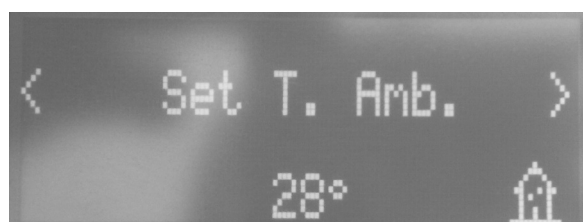

Fig. 5 - Écran
**Conf T. Amb** - cette fonction permet de configurer la température que l'on souhaite atteindre dans le lieu où le poêle est installé pour un maximum de 5°C à un maximum de 35°C. Lorsque cette condition est réalisée, le poêle se met dans un état correspondant aux valeurs minimales de consommation (flamme et vitesse du ventilateur d'air chaud au minimum) pour reprendre ensuite les valeurs configurées quand la température ambiante descend au-dessous du seuil configuré (voir **Fig. 5**).